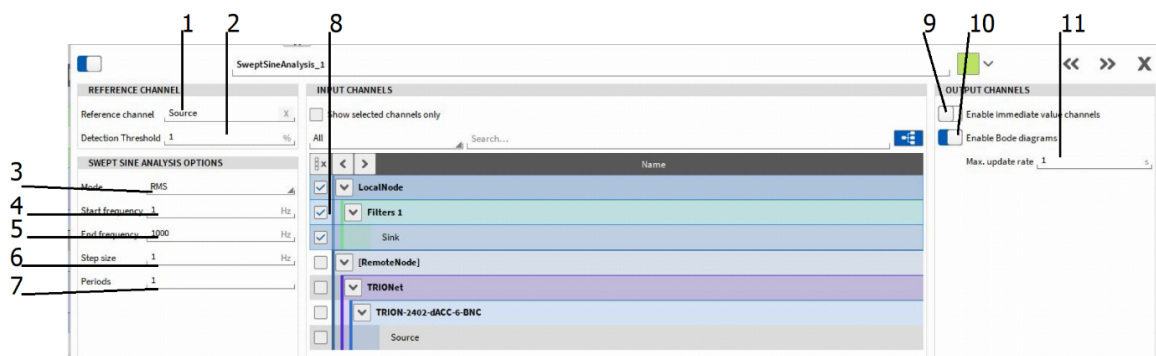

Abb. 7.137: Einstellungen der Swept-Sine-Analyse – Übersicht
- *ChannelName_iRMS* oder *ChannelName_iPeak*: Zeitkanal; enthält die Amplitude (RMS oder Zero-to-Peak Level abhängig von der Auswahl in ③ in Abb. 7.137) des Signals mit entsprechendem Zeitstempel; die Amplitude referenziert nur auf die Signalkomponenten der Grundfrequenz; kann einem Rekorder (siehe Rekorder), Digitalanzeige (siehe Digitalanzeige) oder Ähnlichem zugewiesen werden.
- *ChannelName_iUFRMS* oder *ChannelName_iUFPeak*: Zeitkanal; enthält die Amplitude (RMS oder Zero-to-Peak Level abhängig von der Auswahl in ③ in Abb. 7.137) des Signals mit entsprechendem Zeitstempel; die Amplitude referenziert auf die Signalkomponenten des gesamten Signals; kann einem Rekorder (siehe Rekorder), Digitalanzeige (siehe Digitalanzeige) oder Ähnlichem zugewiesen werden
- *ChannelName_RMS* oder *ChannelName_Peak*: Frequenzkanal; enthält die Übertragungsfunktion (RMS oder Zero-to-Peak Level abhängig von der Auswahl in ③ in Abb. 7.137) des Signals für die aktuelle Frequenz; die Amplitude referenziert nur auf die Signalkomponenten der Grundfrequenz; kann einem FFT-Instrument zugewiesen werden um die Daten darzustellen
- *ChannelName_UFRMS* oder *ChannelName_UFPeak*: Frequenzkanal; enthält die Übertragungsfunktion (RMS oder Zero-to-Peak Level abhängig von der Auswahl in ③ in Abb. 7.137) des Signals für die aktuelle Frequenz; die Amplitude referenziert nur auf die Signalkomponenten des gesamten Signals; kann einem FFT-Instrument zugewiesen werden um die Daten darzustellen